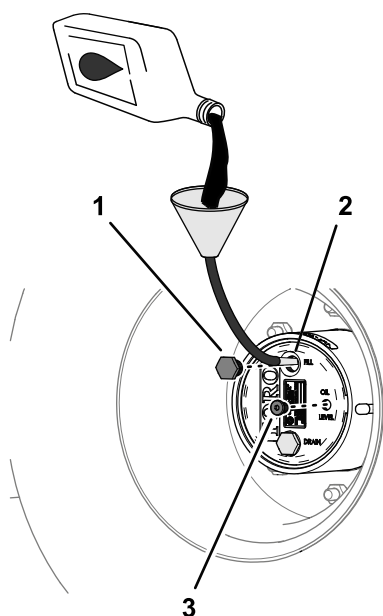

Figura 98
4. Se o nível de lubrificante estiver baixo, retire o tampão de enchimento e adicione o lubrificante especificado até começar a sair pelo furo do tampão de verificação (Figura 98); consulte a
6. Instale o tampão de enchimento e o tampão de verificação (Figura 98).
1. Através do furo do tampão de enchimento, adicione lentamente o lubrificante de engrenagens especificado; consulte Figura 98 em Verificação do lubrificante da transmissão da engrenagem planetária \(página 76\).
3. Instale o tampão de enchimento e o tampão de verificação; consulte Figura 98 em Verificação do lubrificante da transmissão da engrenagem planetária \(página 76\).